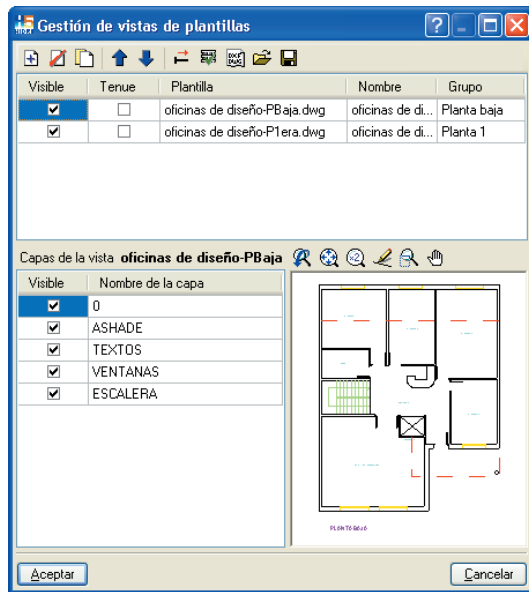
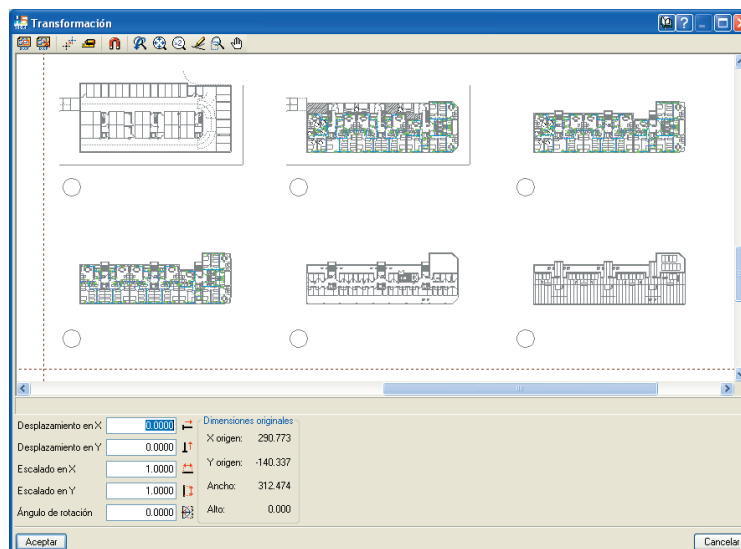

Fig. 2.5
Fig. 2.8
Para esto pulse el botón  del cuadro de la Fig. 2.5. Aparecerá la ventana **Vistas de los grupos** que puede ver en la siguiente figura.
Para no tener que utilizar herramientas externas, el programa HIDROFIVE dispone de utilidades que permiten seleccionar un área y cambiar el origen de coordenadas de una plantilla de dibujo. Estas utilidades están disponibles en el cuadro de diálogo **Transformación** (Fig. 2.8), que se activa presionando el botón  del diálogo **Gestión de vistas de plantillas** (Fig. 2.5).
Una vez importado el fichero de dibujo, utilice el botón  del diálogo **Gestión de vistas de plantillas** (Fig. 2.5) para duplicar.
2. **Seleccionar planta.** Se ha de elegir la planta que se quiere visualizar en cada fichero de dibujo duplicado. Para ello, hay que marcar el primer elemento de la lista de plantillas del diálogo **Gestión de vistas de plantillas** (Fig. 2.5) y pulsar el botón . Aparecerá el diálogo **Transformación** (Fig. 2.8) con el fichero de dibujo importado. Pulse el botón  del nuevo cuadro de diálogo y dibuje un área rectangular que incluya la planta que desea conservar. Una vez hecho esto, la parte del dibujo que no esté dentro del área dibujada no se visualizará cuando vaya a introducir los elementos constructivos ni en las vistas 3D de las plantas de su obra. No obstante, en el cuadro de diálogo **Transformación** (Fig. 2.8) se seguirá viendo el fichero de dibujo completo. El área seleccionada estará delimitada por una línea discontinua. El botón  permite borrar el área dibujada si es necesario rectificarla. Con el botón  podrá crear otra nueva.